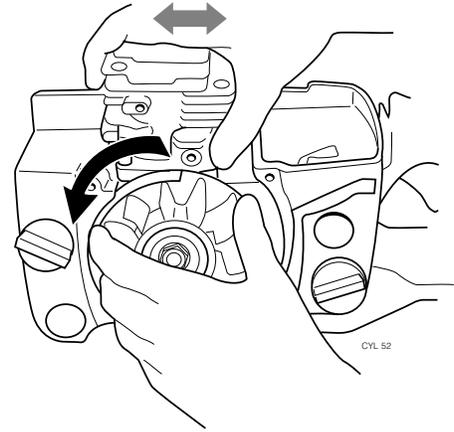

Figura 7.21 Centrado del cilindro en el cárter
Paso 1. Coloque una mano sobre el cilindro como se muestra y luego céntrelo sobre el cárter girando lentamente el cigüeñal mientras se verifica la unión entre el pistón y el cilindro. Si fuera necesario, mueva el cilindro ligeramente hasta que el pistón pueda moverse libremente dentro del cilindro. (Figura 7.21)